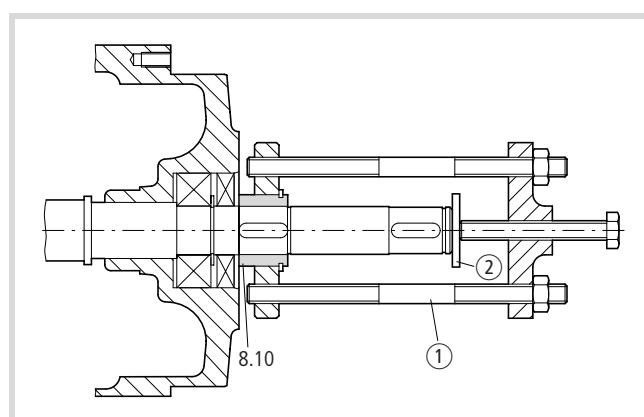

Figure 6 : Extraction de la pièce d' entraînement du disque de friction (8.10)
- Sortez la pièce d' entraînement du disque (8.10) à l'aide du dispositif d' extraction ① (→ fig. 6).